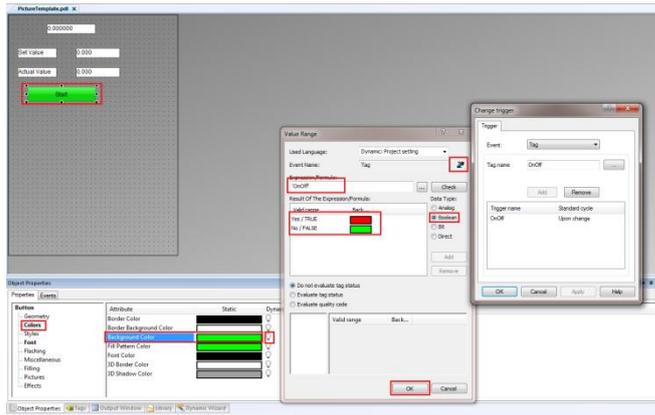
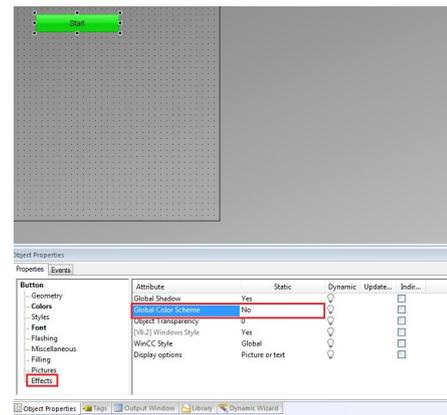

图 3-13
图 3-14
4. 按钮颜色动态变化的设置。选中按钮，在 Properties->Button->Color 中，将 BackgroundColor 的静态颜色改为绿色（作为初始颜色），右键单击小灯泡，选择 Dynamic Dialog，设置动作触发器和动态颜色的对应关系。操作可以参考文本的动态设置，如图 3-13 所示。在 WinCC V7.3SE 中，所有对象都默认使用“ Global Color Scheme”，为了能够让按钮颜色变化，我们还需在 Properties->Button->Effects 中将该属性选为 No，如图 3-14。